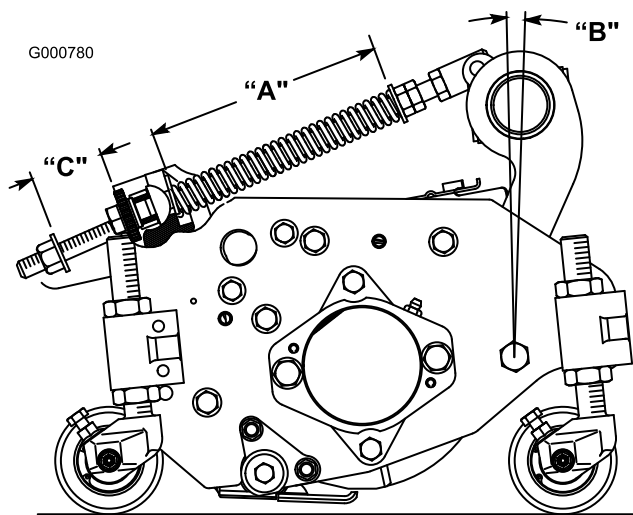

Figura 8
A mola de compensação (Figura 8), que liga a estrutura de suporte à unidade de corte, controla a rotação (para a frente e para trás) disponível e a distância ao solo no transporte e nas inversões de marcha.
1. Aperte a porca de bloqueio na parte posterior da haste da mola até que a folga (C) entre a parte posterior do suporte da mola e a parte da frente da anilha seja de 25 mm (Figura 8).
- Aperte as porcas sextavadas na extremidade dianteira da haste da mola até que o comprimento da mola em compressão (A) seja de 20,3 cm (Figura 8).
Nota: se estiver a cortar relva muito grossa ou irregular, aumente o comprimento da mola em compressão (A) para 21,6 cm e a folga (C) entre a parte posterior do suporte da mola e a parte frontal da anilha para 3,8 cm (Figura 8).